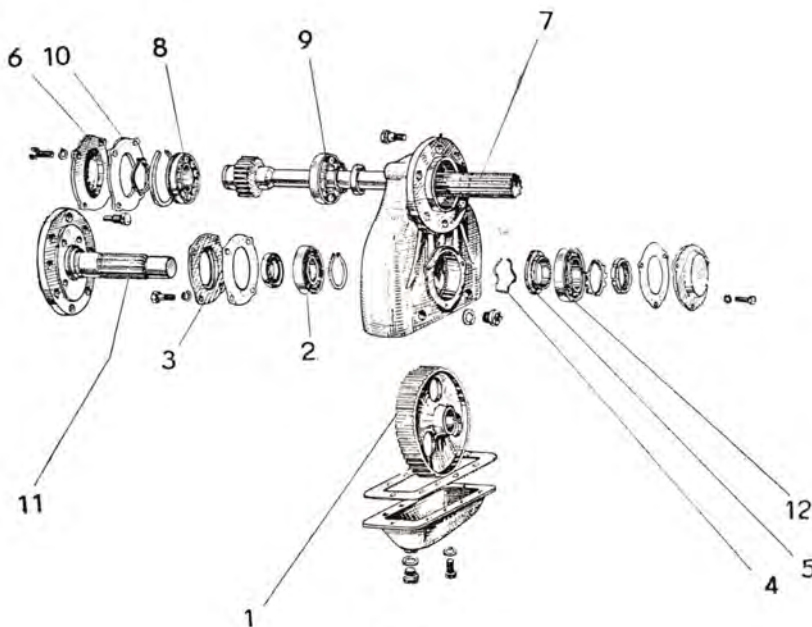

Abb. 99
9. Drei Schrauben M 10×20 sind aus dem rückwärtigen Deckel (Abb. 99) auszuschrauben.
10. Die Mutter KM 11 (M 55) ist zu entsichern und mit einem Hakenschlüssel abzuschrauben. Die Radwelle (Abb. 99/11) ist aus dem Lager und den
- Nuten des Zahnrades (Abb. 99/1) herauszuschlagen.
11. Der Sicherungsring 65×2,5 (beim Schlepper Zetor 4511 70×2,5) ist abzunehmen und mit Hilfe einer Spezial-Abziehvorrichtung ist das Kegelrollenlager 30213 (32211, 30214 — Abb. 99/2) abziehen. Dann wird der Vorderdeckel (Abb. 99/3) leicht abgezogen.
12. Zahnrad (Abb. 99/1), Feder (Abb. 99/4) und Distanzring (beim Schlepper Zetor 4511 Distanzring und Unterlagscheibe) (Abb. 99/5) sind aus dem Portal herauszunehmen. Vier Schrauben M 8×20 sind aus dem oberen Deckel (Abb. 99/6) auszuschrauben und die Ausgleichsgetriebewelle (Abb. 99/7) ist auszupressen (Achtung auf die Wellendichtung!)
13. Zwei Sicherungsringe und die Kugellager 6309 (6308 N, 6410 N — Abb. 99/8) und 6309 (6308, 6410 — Abb. 99/9) sind von der Ausgleichsgetriebewelle (Abb. 99/7) abziehen.
1. Auf die Welle des Ausgleichgetriebes ist ein Kugellager 6309 (6308, 6410 — Abb. 99/9) und 6309 N (6308 N, 6410 N — Abb. 99/8) aufzupressen und mit zwei Sicherungsringen zu sichern.
2. Die Ausgleichsgetriebewelle (Abb. 99/7) ist in das Portal einzupressen. An den oberen Deckel (Abb. 99/10) ist eine Dichtung anzulegen und der Deckel ist mit vier Schrauben M 8×20 zu befestigen.
3. In das Portal sind äussere Lagerringe einzupressen. Das Zahnrad (Abb. 99/1) ist in das Portal und in die Verzahnung des Ausgleichgetriebes einzulegen.
4. Auf die Radwelle (Abb. 99/11) ist der Vorderdeckel (Abb. 99/3) mit der Wellendichtung 80×100×13 D aufzuschieben, der Innenring des Kegelrollenlagers 30213 (32211, 30214 — Abb. 99/2) einzupressen, der Sicherungsring 65×2,5 aufzulegen (beim Schlepper Zetor 4511 70×2,5) und die Radwelle in das Portal und das Zahnrad einzulegen. Zum Einpressen der Wellendichtung in den Vorderdeckel ist ein Aufschläger zu benutzen.
5. Die Feder (Abb. 99/4) und der Distanzring (beim Schlepper Zetor 4511 der Distanzring und die Unterlagscheibe — Abb. 99/5) sind auf die Radwelle (Abb. 99/11) aufzuschieben, das Kegelrollenlager 32211 (32209, 32211 — Abb. 99/12) ist aufzuschlagen, die Sicherungsunterlagscheibe ist
9. Der Bremsbackenhalter ist auf die Ausgleichsgetriebewelle (Abb. 99/7) aufzuschieben und mit sechs Schrauben M 10×20 an die Hinterachsbuchse auszuschrauben.